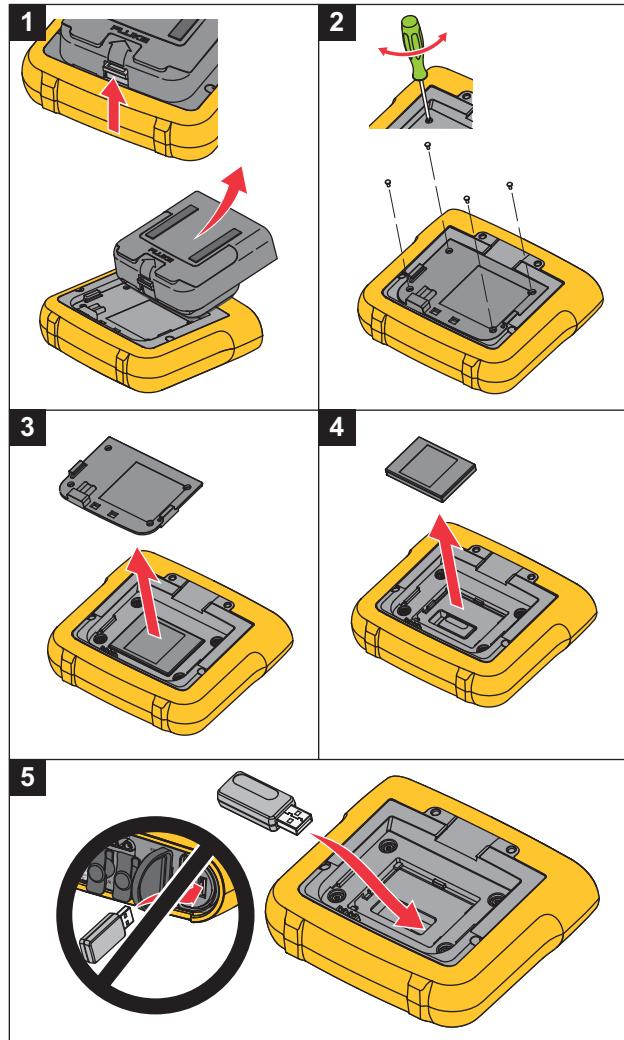

Рисунок 1. Установка переходника
- Снимите блок питания. См. Рисунок 1.